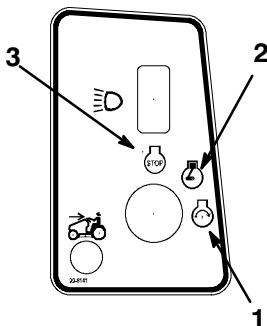

Figure 10
- Tournez la clé de contact dans le sens des aiguilles d'une montre et maintenez-la en position de démarrage (Fig. 10). Relâchez-la quand le moteur démarre.
2. Tournez la clé de contact en position contact coupé et enlevez-la (Fig. 10).